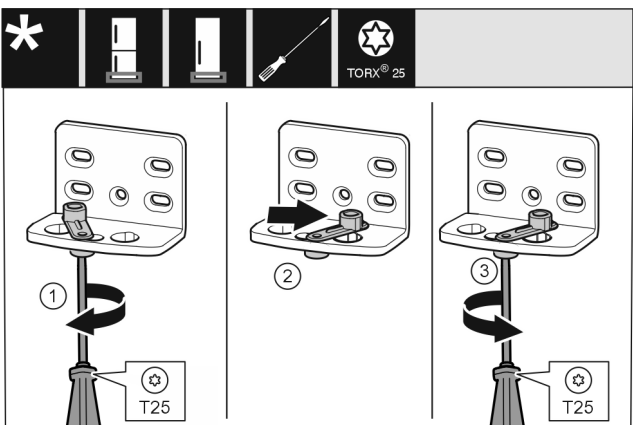

Fig. 17
- ▶ Отпустите винт Fig. 17 (1) отверткой.
- ▶ Приподнимите фиксатор двери Fig. 17 (2) и, повернув на 90° вправо, вставьте в отверстие.
- ▶ Затяните винт Fig. 17 (3) отверткой.